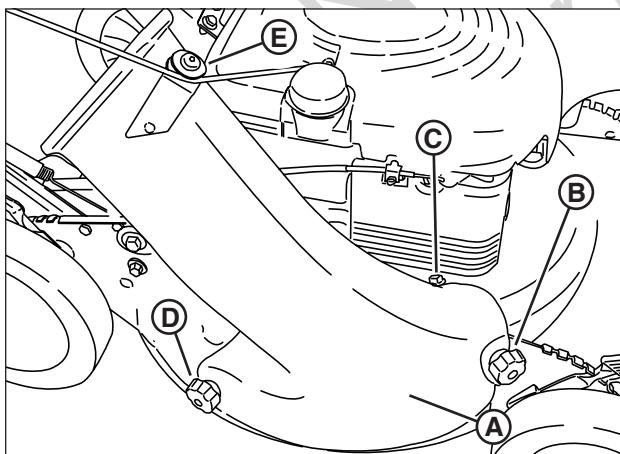

Figure 10 : Installation de l'adaptateur de sac de ramassage
2. Installer l'adaptateur (**A**, **Figure 10**) au châssis au lieu du couvercle de paillage, en s'assurant que :